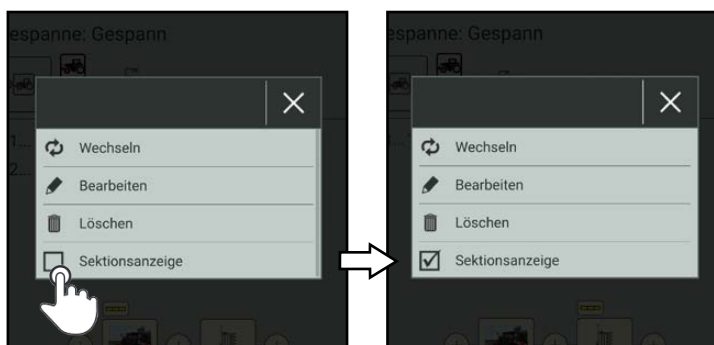

Abb. 322: Sektionsanzeige aktivieren
2. Tippen Sie auf die Option „Sektionsanzeige“, sodass das Kontrollkästchen aktiviert ist (siehe Abb. 322).